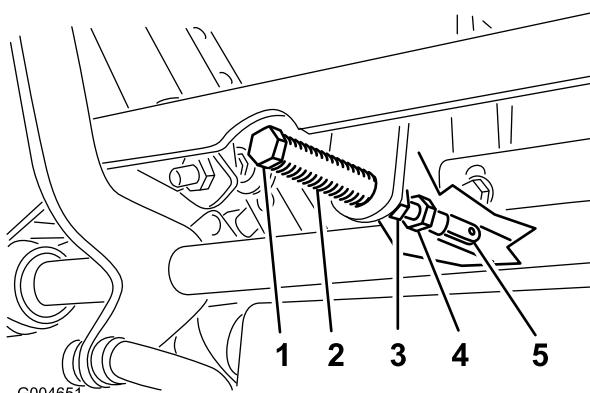

Figure 72
5. Tirez-le ensuite en arrière jusqu'à ce que l'axe de chape (situé sur un bras au-dessus de l'axe de pivot) touche l'extrémité de l'encoche (c.-à-d. commence juste à appuyer sur le ressort), comme montré à la Figure 72.
7. Si un réglage s'impose, desserrez l'écrou et l'écrou de blocage vissés contre la chape (Figure 72).
8. Appliquez une légère pression à l'arrière du levier, et tournez la tête du boulon de réglage dans le sens voulu pour centrer le levier à la position de VERROUILLAGE AU POINT MORT (Figure 72).
9. Serrez l'écrou et l'écrou de blocage (Figure 72).
10. Serrez les écrous de blocage contre les rotules (Figure 72).